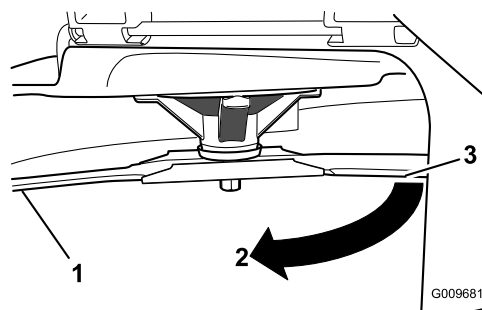

Figura 45
3. Distância medida entre a lâmina e a superfície (A)
4. Rode a mesma lâmina 180 graus para que a extremidade de corte oposta esteja agora na mesma posição (Figura 45).